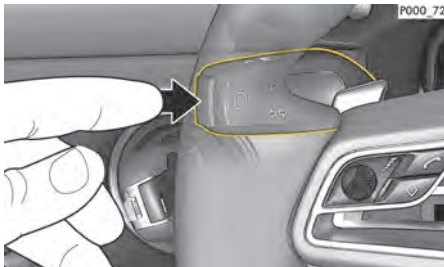

図 173: レバーのボイスコントロールボタン
1. 操作レバーの ボタンを押してください (図 . 173)。起動音が鳴り、ボイスコントロールの アイコンが PCM に表示されます。
- ▶ 操作レバーの ボタンを押してください (図 . 173)。終了音が鳴ります。
操作レバーの ボタン (図 . 173) は、アプリケーションに応じて様々な機能を開始することができます。
1. 操作レバーの  ボタンを押してください (図. 173)。コマンド例のリストが PCM に表示されます。